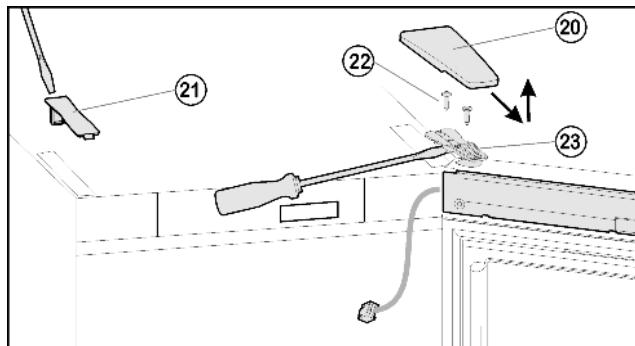
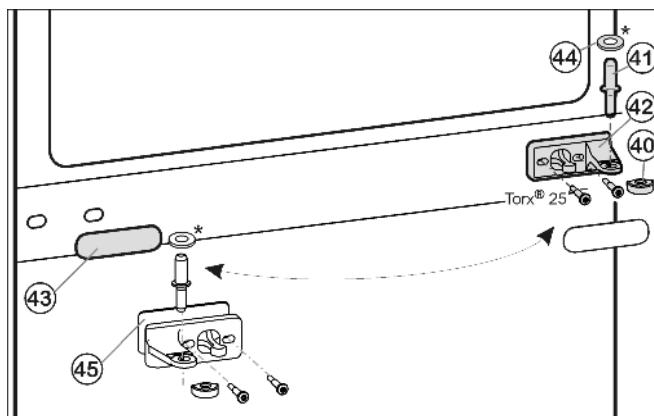
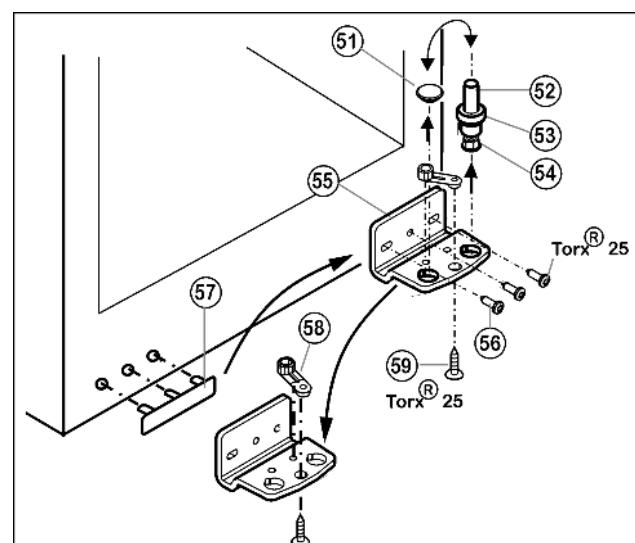

Fig. 6
Fig. 7
Fig. 8
- ▶ Крышку Fig. 6 (20) снимите движением вперед и вверх
- ▶ Снимите крышку Fig. 6 (21).
- ▶ Полностью выверните винты Fig. 6 (22).
- ▶ Снимите дверцу вместе с опорным кронштейном Fig. 6 (23) и кабелем вверх. Для снятия, возможно, понадобится осторожно подцепить опорный кронштейн снизу шлицевой отверткой.
- ▶ Вытащите из опорного кронштейна и нижней дверцы средний опорный палец Fig. 7 (41).
- ▶ Снимите пластмассовый колпачок Fig. 7 (40).
- ▶ Открутите средний опорный кронштейн Fig. 7 (42) (2 шт. Torx® 25).
- ▶ Осторожно снимите накладку Fig. 7 (43).
- ▶ Прикрутите средний опорный кронштейн Fig. 7 (42) с подкладкой Fig. 7 (45) с поворотом на 180° на новую сторону шарнира (**с моментом 4 Нм**).
- ▶ Защелкните накладку Fig. 7 (43), повернув на 180 °, на стороне, где теперь будет ручка.
- ▶ Извлеките опорный винт Fig. 8 (52) в комплекте с шайбой Fig. 8 (53) и регулируемой опорой Fig. 8 (54), вытягивая его вверх.
- ▶ Снимите пробку Fig. 8 (51).
- ▶ Открутите Fig. 8 (56) опорный кронштейн Fig. 8 (55).
- ▶ Открутите Fig. 8 (59) опорную деталь Fig. 8 (58) и, переставив в отверстие на противоположной стороне опорного кронштейна, снова прикрутите.
- ▶ Осторожно снимите и переставьте на противоположную сторону крышку со стороны ручки Fig. 8 (57).
- ▶ Снова прикрутите опорный кронштейн Fig. 8 (55) на новой стороне шарнира (**с моментом 4 Нм**). При необходимости используйте аккумуляторный шуруповерт.
- ▶ Переставьте пробку Fig. 8 (51) в свободное отверстие.
- ▶ Вновь установите опорный винт Fig. 8 (52) в комплекте с шайбой и регулируемой опорой. При этом фиксатор должен быть направлен назад.
- Установите дверь сверху на опорный палец Fig. 8 (52).
- Снова наденьте пластмассовый колпачок Fig. 7 (40) на средний опорный кронштейн Fig. 7 (42).
- Вставьте средний опорный палец Fig. 7 (41) через средний опорный кронштейн Fig. 7 (42) в нижнюю дверцу.
- Установите верхнюю дверцу на средний опорный палец Fig. 7 (41), закройте дверцу и установите верхний опорный кронштейн Fig. 6 (23) так, чтобы он защелкнулся в верхней стороне устройства.
- Закрутите опорный кронштейн Fig. 6 (23) (с усилием 4 Нм). При необходимости просверлите отверстия или используйте аккумуляторную отвертку.
- Защелкните крышку Fig. 6 (20) и крышку Fig. 6 (21).
- При необходимости выровняйте дверцы через два продольных паза в нижнем опорном кронштейне Fig. 8 (55) и среднем опорном кронштейне Fig. 7 (42) параллельно корпусу устройства. Для этого выкрутите средний винт на нижнем опорном кронштейне Fig. 8 (55).